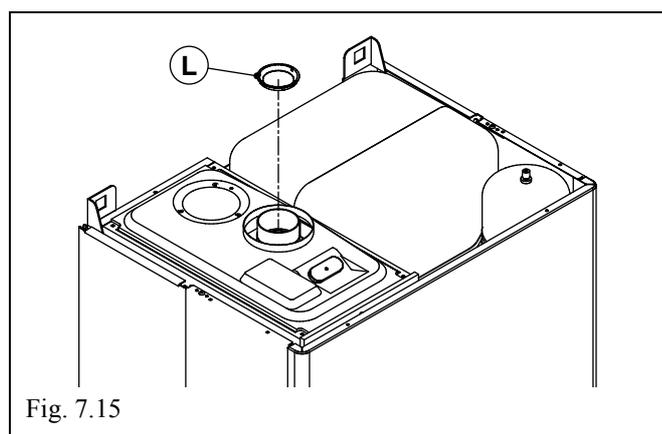

Fig. 7.15
La caldaia viene fornita predisposta per essere collegata a condotti di scarico/aspirazione coassiali e con la flangia fumi (L) installata (FIG. 7.15).